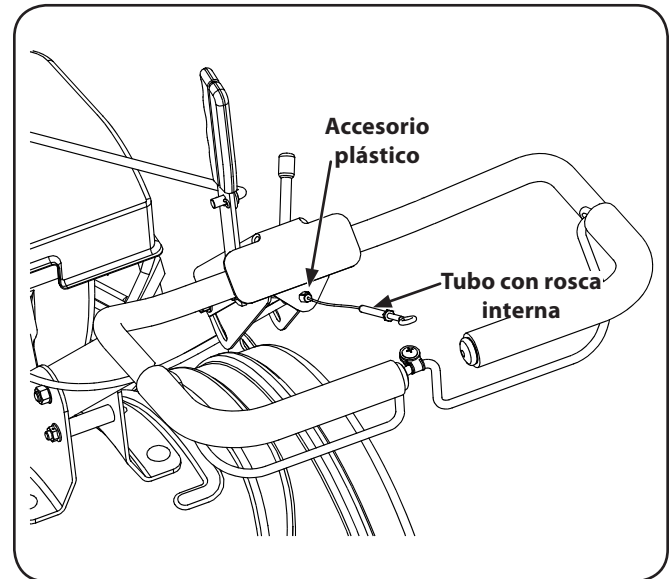

Figura 1-4
3. Empuje el cable a través del orificio del centro de la manija e introduzca a presión el accesorio plástico. Vea la Figura 1-4.